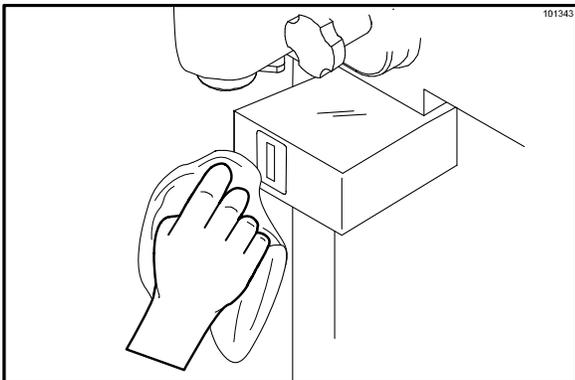

Figura 38
30. Use una toalla limpia, húmeda y desinfectada para limpiar suavemente el escudo del sensor de control de porciones y eliminar toda la mezcla acumulada. Inspeccione el escudo del sensor en busca de daños y reemplácelo si es necesario. (Vea la figura 38).